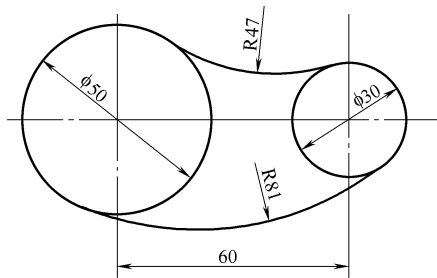

图 2-52 圆弧练习题 2
【例 2-14】 绘制如图 2-52 所示的图形。
6) 绘制 R81mm 的圆弧。单击圆弧按钮，在弹出的立即菜单中选择【两点_半径】选项，按空格键，在弹出的工具点菜单中选择【切点】选项，拾取 $\phi 50\text{mm}$ 的圆；按空格键，在弹出的工具点菜单中选择【切点】选项，拾取 $\phi 30\text{mm}$ 的圆，输入“81”，操作结果如图 2-52 所示。